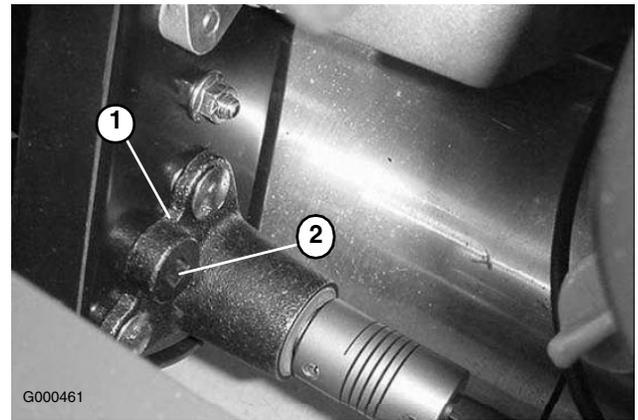

Bild 37
B. Drehen Sie das Lagergehäuse mit einem 3/8 Zoll Drehmomentschlüssel mit 4 bis 4,5 Nm an, um die Riemen Spannung einzustellen (Bild 37)